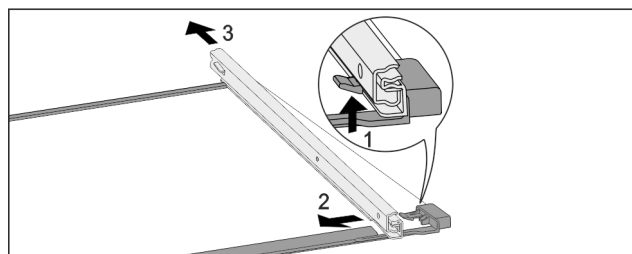

Fig. 174 Skleněná deska s kolejničkami
- Přední aretační háček zatlačte nahoru. Fig. 174 (1)
- Výsuvnou kolejničku vysuňte stranou Fig. 174 (2) a dozadu Fig. 174 (3).